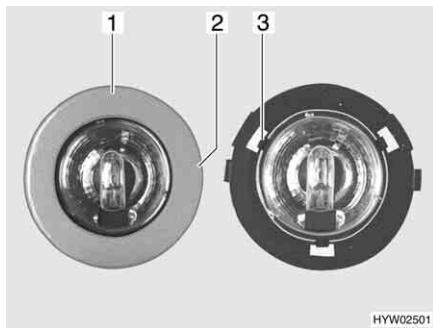

Fig. 189 Lampada alogena a incasso
- Girare lentamente il diaframma (Fig. 189,1) finché il nasello (Fig. 189,2) dell'involucro non si arresta a scatto nella scanalatura sottostante del diaframma.
- Tre griffe (Fig. 189,3) tengono ferma la lastra di vetro della lampada alogena nell'involucro. Spingere di lato una delle tre griffe.